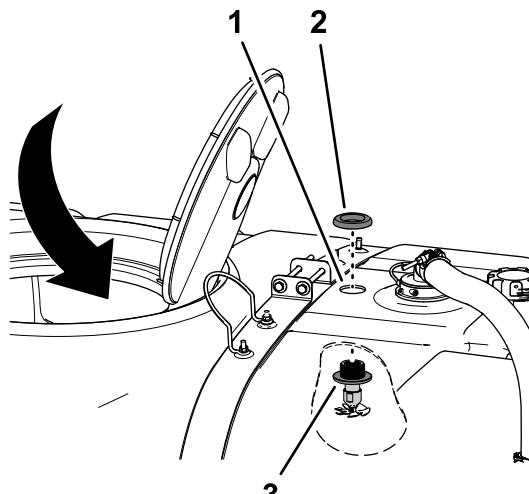

Figura 21
1. Trabajando dentro del depósito a través del hueco de 41 cm, pase el conjunto de boquilla hacia arriba por el orificio de 4,5 cm que perforó en Perforación del depósito de fumigación \(página 9\), según se muestra en Figura 21.
2. Coloque la tuerca de plástico con arandela prensada sobre la rosca del pasamuros situado en la parte superior del depósito, y apriete la tuerca con arandela prensada a mano (Figura 21).